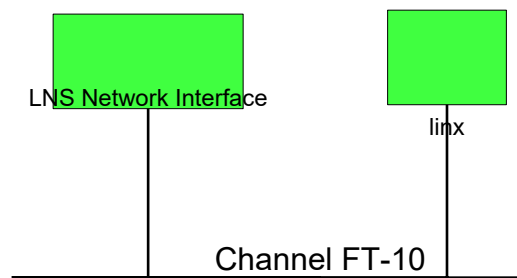

Abbildung 92: Der L-INX wurde in die Zeichnung eingefügt
10. Letztendlich bekommen Sie das Gerät zum Einfügen in die Zeichnung, siehe Abbildung 92.